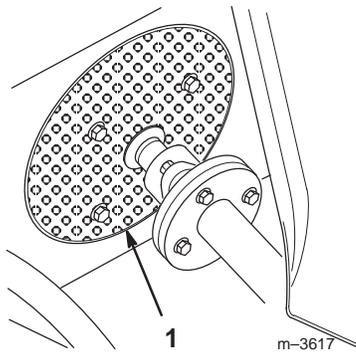

Bild 8
4. Wischen Sie alle Ablagerungen vom Drehluftgitter ab (Bild 8).